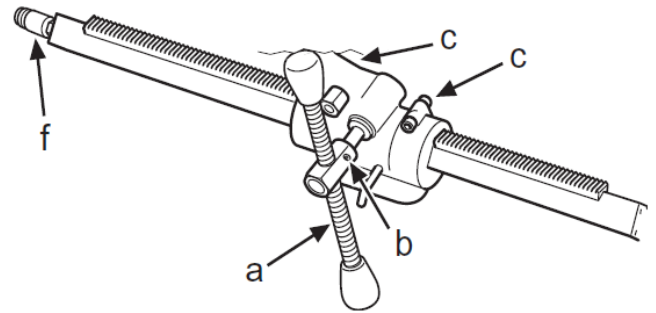

Fig.10
- Para trasladar la palanca de alimentación (a) al lado opuesto, aflojar el tornillo de fijación (b), fijación Allen de 6 mm (fig. 10).
- El huelgo respecto a la columna de perforación se puede ajustar a un juego mínimo con 2 tornillos (c) (fig. 10).
- Para deslocar a alavanca de alimentação (a) para o lado oposto, solte o parafuso de fixação (b), chave sextavada de 6 mm (Fig. 10).
- A folga em relação à coluna de perfuração pode ser ajustada para um valor mínimo, com a ajuda de 2 parafusos (c) (Fig. 10).
- To move the feed lever (a) to the opposite side, loosen the locking screw (b), 6 mm hex drive, (Fig. 10).
- The play on the drill column can be adjusted to a minimum with the help of 2 screws (c) (Fig. 10).
- Aby przesunąć korbę posuwu (a) na przeciwną stronę, poluzować śrubę blokującą (b) za pomocą klucza sześciokątnego 6 mm (rys. 10).
- Luz kolumny wiertniczej można ustawić na minimum za pomocą 2 śrub (c) (rys. 10).